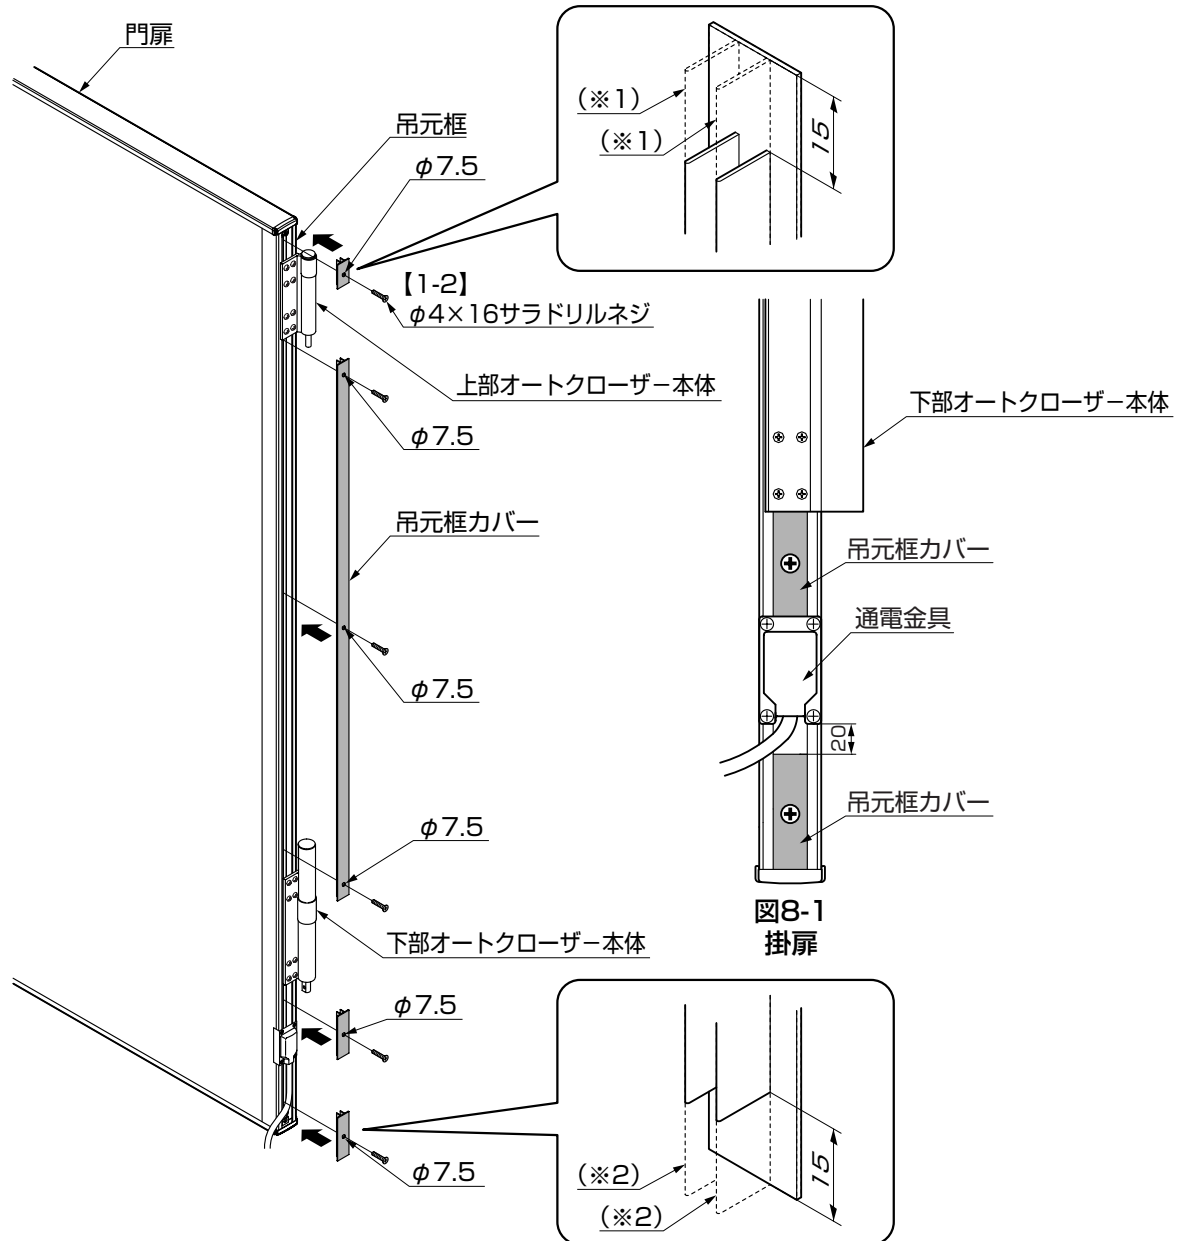

図8-1
- 掛扉の場合は、通電金具の下を20mmあけて吊元枠カバーの長さを合わせてはめ込んでください。（図8-1参照）